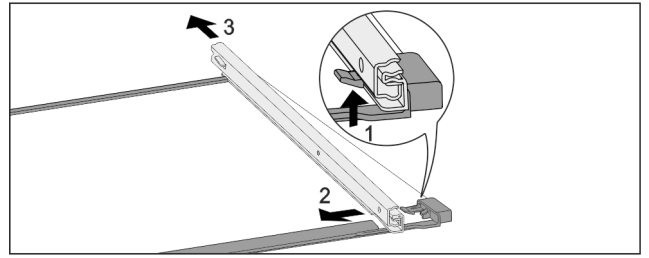

Fig. 190 Стъклена плоча с релси
- ▶ Натиснете нагоре предните фиксиращи палци. Fig. 190 (1)
- ▶ Плъзнете изтеглящата релса настрани Fig. 190 (2) и назад Fig. 190 (3).